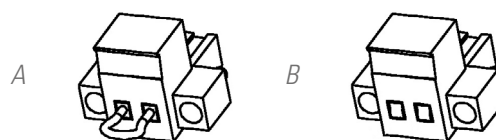

Fig. 11. Connecteur pour l'EPO externe.
- ☐ Au retrait du connecteur femelle de la prise où il est inséré. Ce connecteur a un câble connecté en mode pont qui ferme le circuit (voir Fig. 11-A).
appartenant à l'utilisateur et installé entre les bornes du connecteur (voir Fig. 11-B). La connexion dans le bouton poussoir doit être dans le contact normalement fermé -NC-, de sorte qu'il ouvrira le circuit lorsqu'il est actionné.